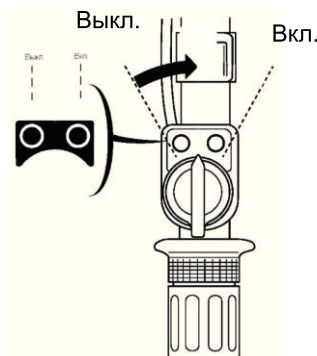

Рис. 25
3. Поверните выключатель зажигания в положение OFF (ВЫКЛЮЧЕНО) (Рис. 25).